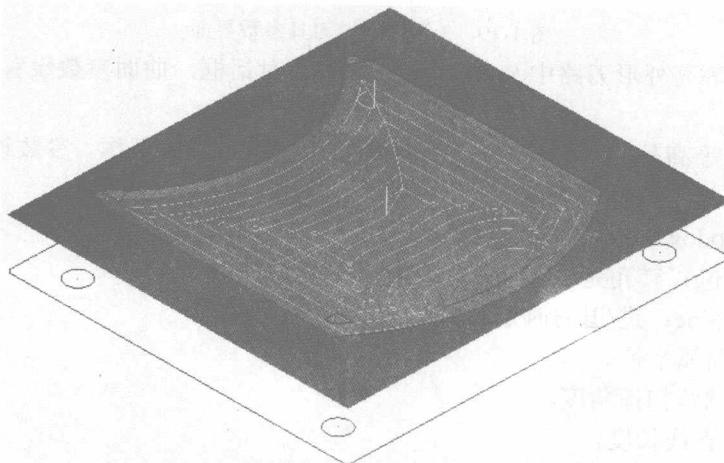

图 1-18 3D 曲面挖槽刀具路径
⑨ 单击对话框中的  按钮，系统产生如图 1-18 所示的曲面挖槽刀具路径。
⑩ 在操作管理器中选择 2 – Surface Rough Pocket，单击  按钮，弹出 Backplot 对话框。单击键盘的 R 键，模拟刀具路径，检查刀具铣削路径有无问题。刀具路径如图 1-18 所示。
⑪ 在操作管理器中单击  按钮，使图标变成灰色，关闭当前的刀具路径显示。按 Alt+A 组合键保存平板盖前模文件。
(3) 选取  $\Phi 16R0.8$  镶合金方刀粒的圆鼻刀，用曲面精加工等高外形刀路对前模型腔曲面精加工。
① 在屏幕左方刀路操作管理区内（或单击下拉式菜单）单击鼠标右键，依次单击主菜单中的 Mill toolpaths / Surface finish / Contour 命令。依次单击 All... 按钮，弹出 Select All 对话